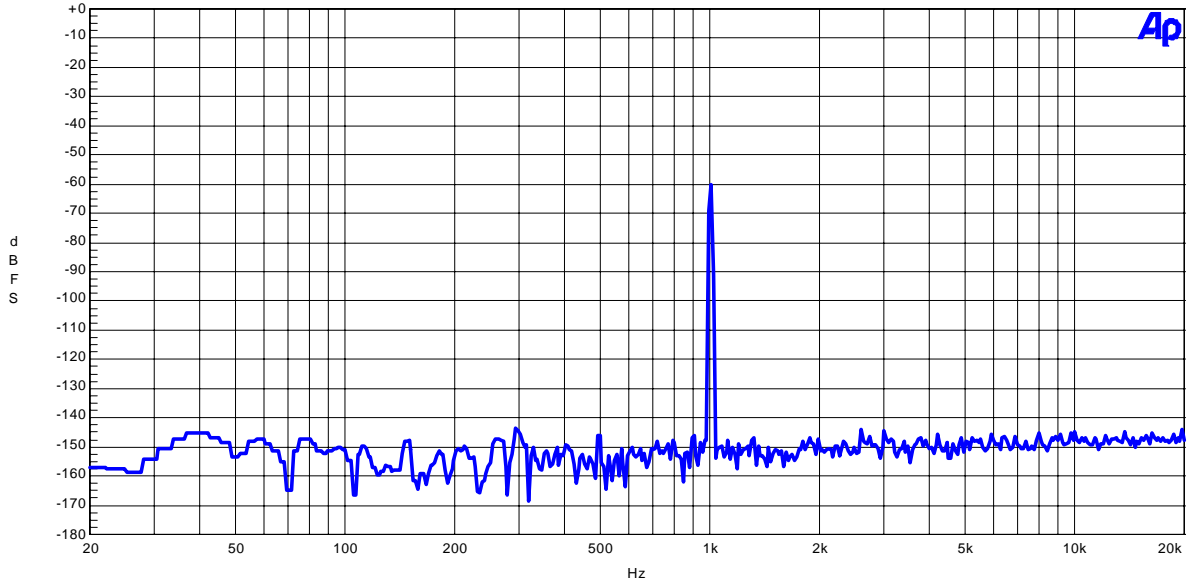

Figure 1-1-2. FFT (1kHz, -60dB input)
- Figure 1-1-2. FFT (1kHz, -60dB input)